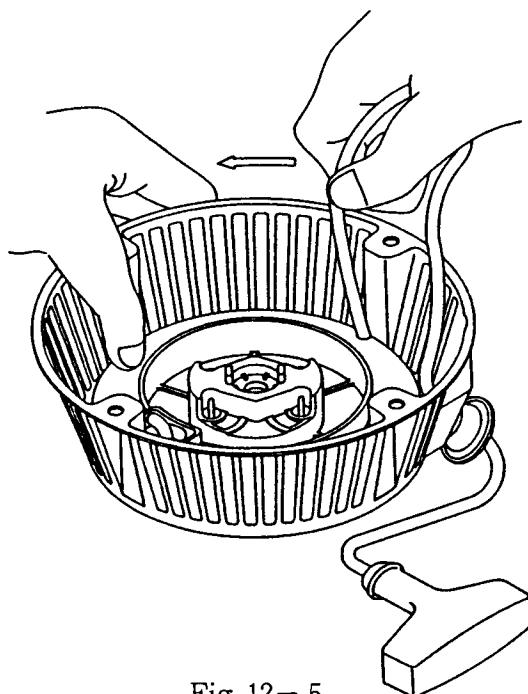

Fig 12-5
- (3) スタータケースにリールを挿入する前にFig 12-5 の矢印の方向にスタータロープをリールに巻き 2. 5 卷目をリールの切欠き部から出し、ゼンマイ内端部にフック部が引っ掛かる様にリールを確実にスタータケース内に組込んで下さい。
次にFig 12-5の様にスタートロープを持って矢印の方向にリールの切欠き部を利用しながら、リールを4~5回巻いて下さい。